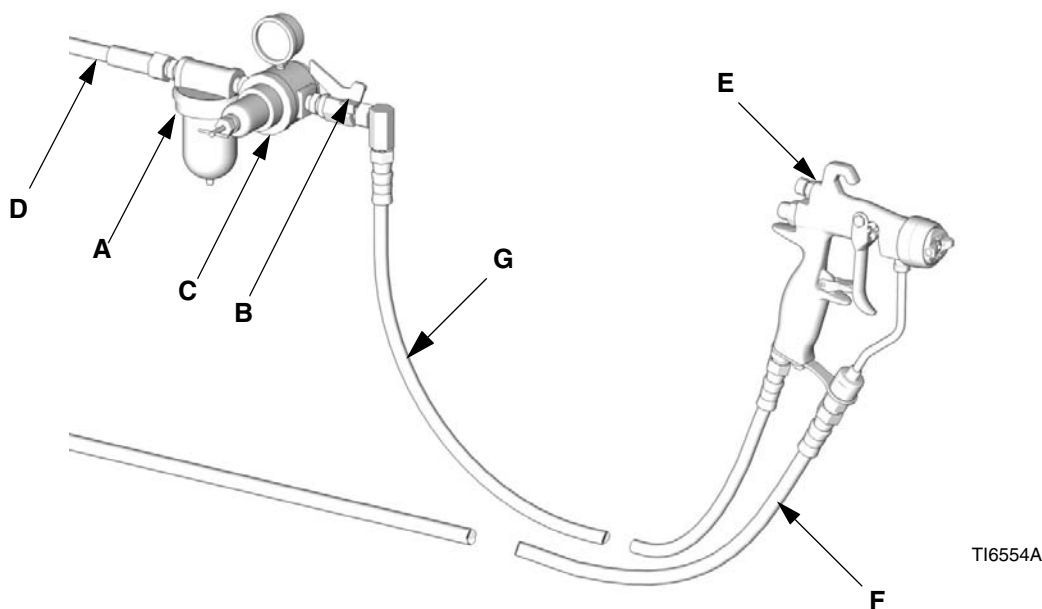

FIG. 1: voorbeeldinstallatie (afgebeeld model: G15)
OPMERKING: De voorbeeldopstelling in FIG. 1 is slechts bedoeld als richtlijn voor het kiezen en installeren van air-assisted spuitsystemen. Neem contact op met uw Graco-leverancier voor hulp bij het ontwerpen van een systeem dat aan uw behoeften voldoet.
1. Installeer een luchtfilter (A) in de luchtleiding van het pistool om zeker te zijn van toevoer van droge, schone lucht naar het pistool. Vuil en vocht kan de afwerking van het gespoten object volledig verknoeien. Zie FIG. 1.
2. Installeer een reduceerventiel (C) in de luchtleiding naar het pistool om de luchtdruk voor het pistool te regelen.
3. Installeer een luchtafsluiter (B) op de luchtleiding van het pistool en op die van de pomp om de lucht naar het pistool af te sluiten.